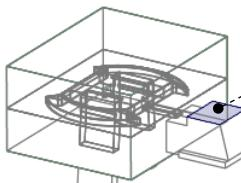

图 27.51 定义参考平面
Step5. 创建实体切削特征。单击 **模具** 功能选项卡 **形状** ▾ 区域中的 **拉伸** 按钮，此时系统弹出“**拉伸**”操控板；在操控板界面中按下 按钮；右击，从快捷菜单中选择 **定义内部草绘...** 命令。选择 MOLD_FRONT 基准平面为草绘平面，草绘平面的参考平面为图 27.51 所示的滑